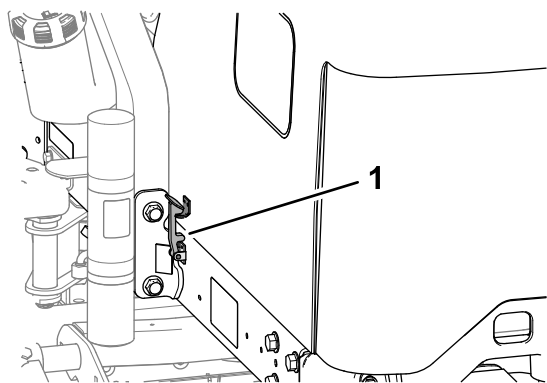

Рисунок 43
2. Поверните капот вверх и назад (Рисунок 43).